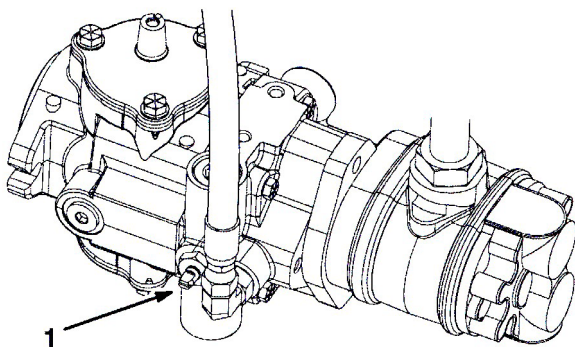

図 41
1. 油圧ポンプについているバイパスバルブ（図41）の溝が「縦」になるようにバルブを回転させる。
2. エンジンを始動する時には、必ずバイパスバルブ（図 41）を閉じる（溝が横向きになる）。バルブを開けたままでエンジンを掛けないこと。